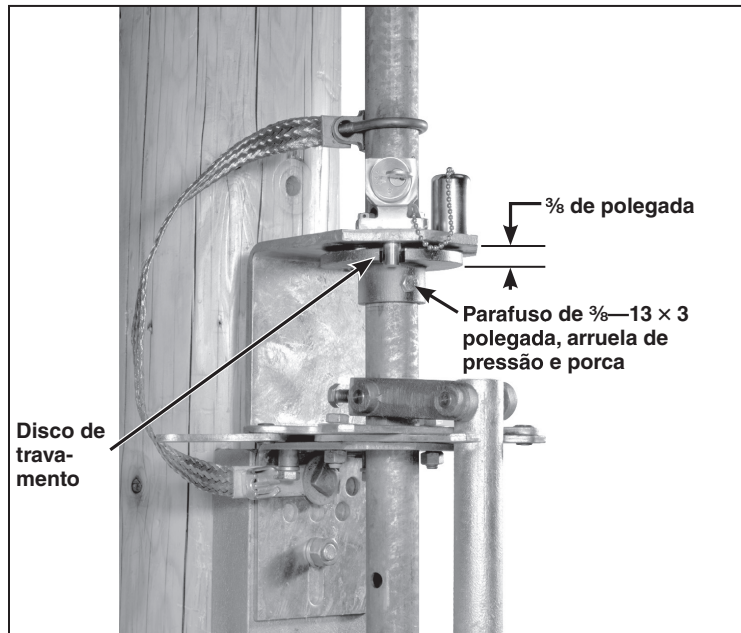

Figura 32. Fixação do disco de travamento.
PASSO 32. Prenda o disco de travamento a $\frac{3}{8}$ de polegada abaixo do suporte de intertravamento e faça furos de diâmetro $\frac{7}{16}$ de polegada ao longo da seção de tubo de operação vertical usando os furos no colar do disco de travamento como pilotos. Fixe o disco de travamento ao tubo usando o parafuso de $\frac{3}{8}$ -16 \times 3 polegadas, arruela de pressão e porca fornecidos. Ver Figura 32.